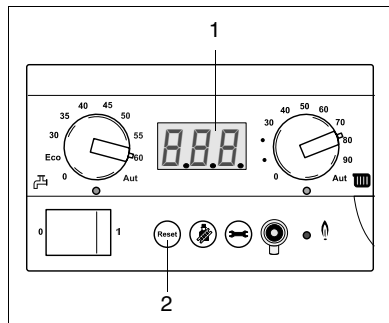

Fig. 7 BC 10 - Drifts- og fejlmeldinger
Driftstilstanden eller eventuelle fejlmeldinger vises på displayet (fig. 7, pos. 1). I driftstilstanden vises temperaturen af centralvarmevandet på displayet af BC 10. Driftstilstanden eller en eventuel fejlmelding vises på displayet på BC 10 efter at der er trykket en eller flere gange på servicetasten. Meldingen består af to tegn.